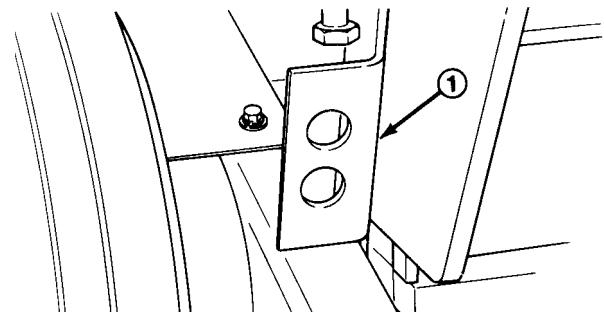

Fig. 8
3. Spegnere il motore ed alzare le staffe di bloccaggio da entrambi i lati del telaio (Fig. 8). Abbassare la testa di carotaggio finché non poggia sulle staffe.